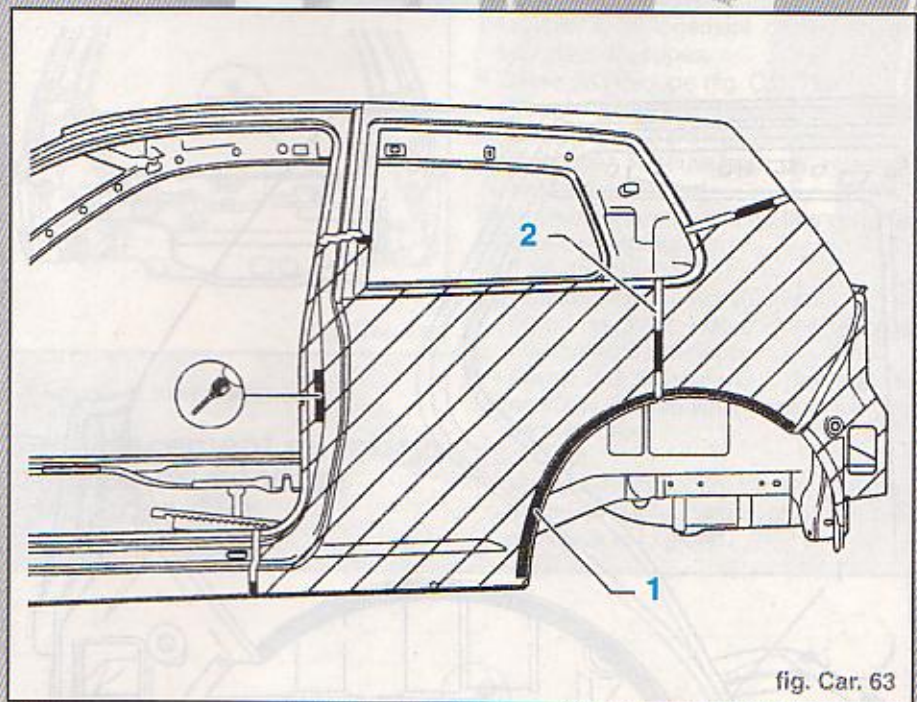

fig. Car. 63
- 1 - Zone collée (fig. Car. 63).
- 2 - Ligne de coupe pour remplacement partiel (fig. Car. 63)
- Un remplacement partiel est possible avec la ligne de coupe indiquée (2)